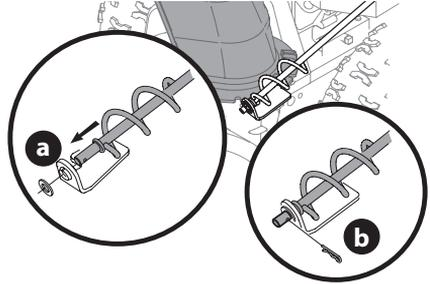

Figure 11
3. Retirez le capuchon en plastique (si présent), la rondelle plate (a) et la goupille fendue (b) qui se trouvent à l'extrémité de la tige de commande de la goulotte. Voir Figure 11.